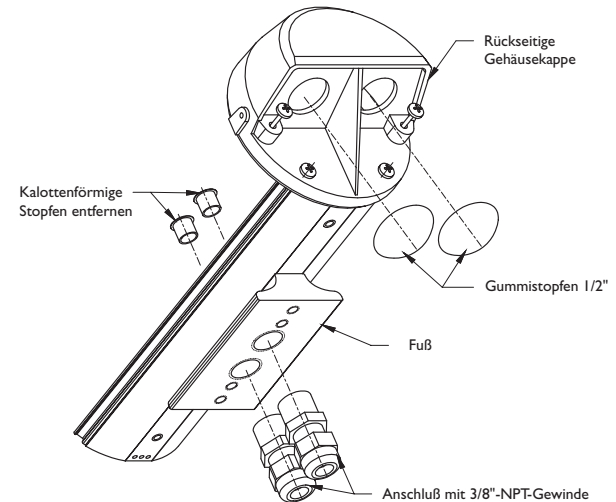

ABB. 7: Kabeldurchführung
- Entfernen Sie vor der Montage der Kamera die beiden kalottenförmigen Stopfen im Gehäuse (siehe Abb. 7).